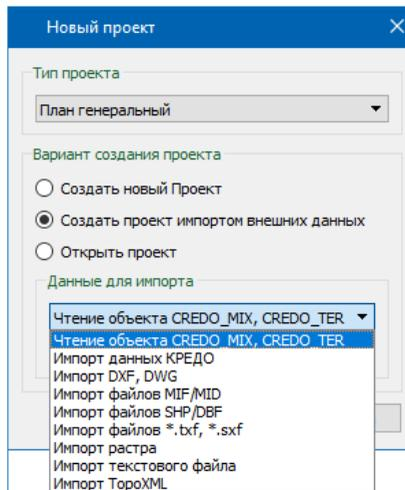
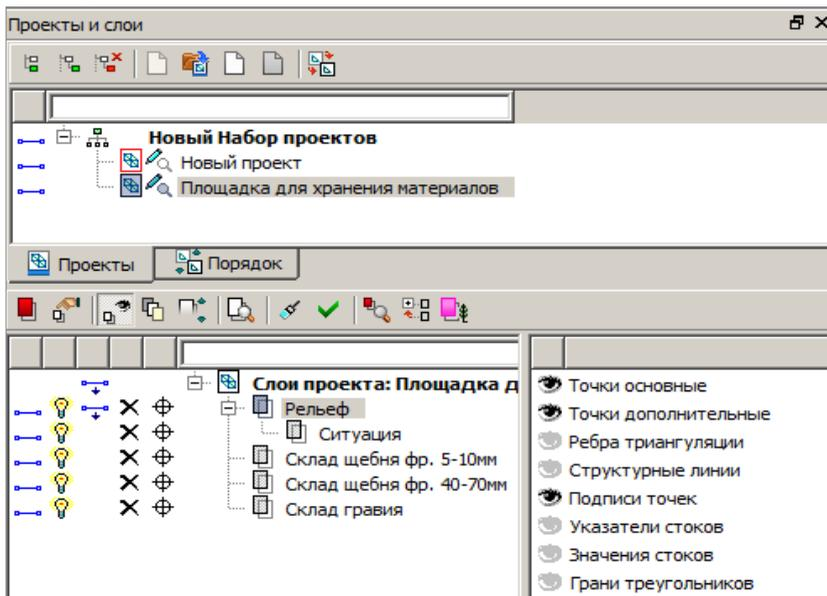
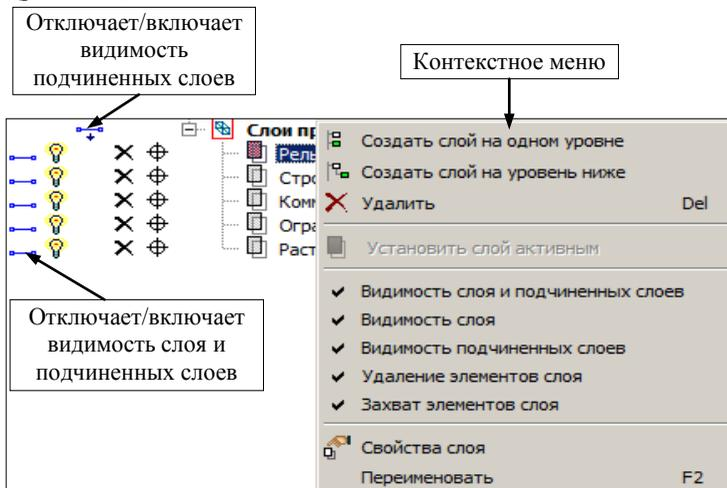

Рис. 3.10
Рис. 3.11
Рис. 3.12
3. При этом можно создать пустой проект, открыть ранее созданный проект из числа проектов НП плана или загрузить какие-либо данные из других систем, т.е. выбрать вариант создания проекта **Создать проект импортом внешних данных**, а из выпадающего списка выбрать необходимый тип данных (рис. 3.10).
Данный тип файла можно открыть через диалог **Новый проект** (рис. 3.10) или кнопкой **Открыть проект**  на локальной панели в окне **Проекты** (рис. 3.11), указав курсором **Новый узел**, который был создан при открытии нового НП.
5. Выберите вариант создания проекта **Открыть проект** (рис. 3.10).
В окне **Проекты** узлу, в котором создан проект, будет присвоено имя открытого файла, а в окне **Слои** отобразятся все слои проекта согласно созданной в файле PRX структуре слоев (рис. 3.11).
7. В окне проектов с помощью команды **Удалить узел из Набора проектов**  удалите узел **Новый проект** (рис. 3.11).
Напомним хорошее наглядное представление сути слоев – это набор прозрачных пленок, на каждой из которых размещается определенный вид графической информации. Слои объединяют разнообразные типы данных и определяют порядок их отрисовки, возможность захвата и удаления элементов слоя, видимость как всех данных слоя одновременно, так и отдельных элементов индивидуально (точки, ребра триангуляции, структурные линии и т. д. (рис. 3.11)).
Как было сказано выше, управление слоями выполняется в окне **Слои** панели **Проекты и слои** при помощи команд, сосредоточенных на локальной панели инструментов (рис. 3.11). Помимо этих команд, предусмотрены различные переключатели для управления видимостью слоев (🔑 и 💡), условиями удаления ☒ и захвата 📏 элементов каждого слоя (рис. 3.12).
Эти настройки доступны также в контекстном меню каждого слоя (рис. 3.11), которое вызывается после наведения курсора на слой и нажатия на правую клавишу мыши.
Фильтры видимости 📏 (рис. 3.11).
Также создать новый слой, удалить слой можно с помощью команд контекстного меню (рис. 3.12). Для этого необходимо выбрать курсором нужный слой и нажать правую клавишу мыши.